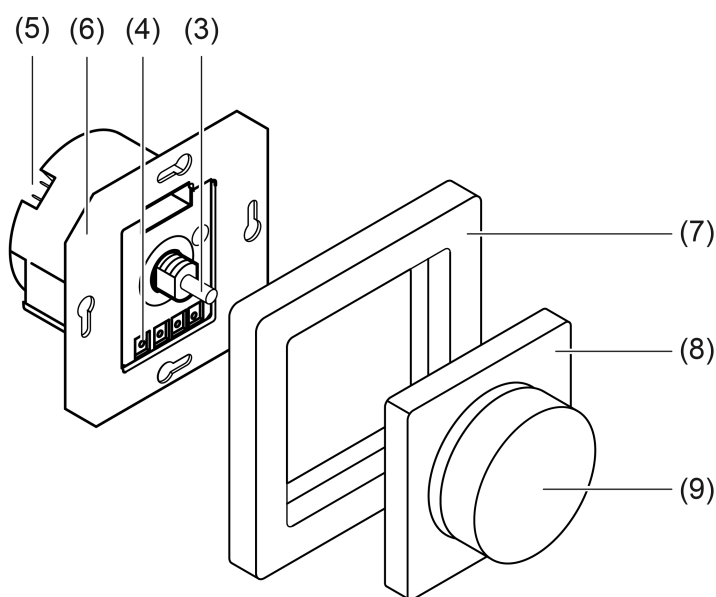

Bild 2: Montage des Drehsensors mit Design-Abdeckung
- Zentralplatte (7) und Einstellknopf (8) demontieren, sofern das Gerät bereits fertig montiert wurde (Bild 2).
- Programmiermodus aktivieren: Programmier Taste (2) betätigen.